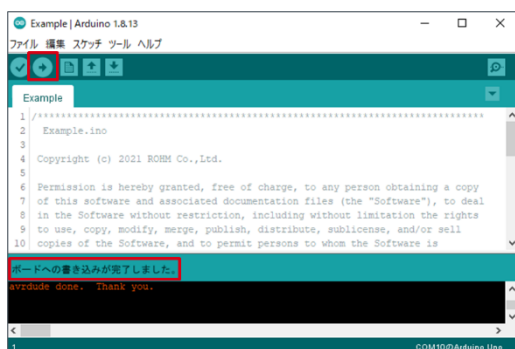

Figure 5. ボードへの書き込み完了
2. 書き込みボタンをクリックし"ボードへの書き込みが完了しました。"というメッセージが出るまで待つ (Figure 5)